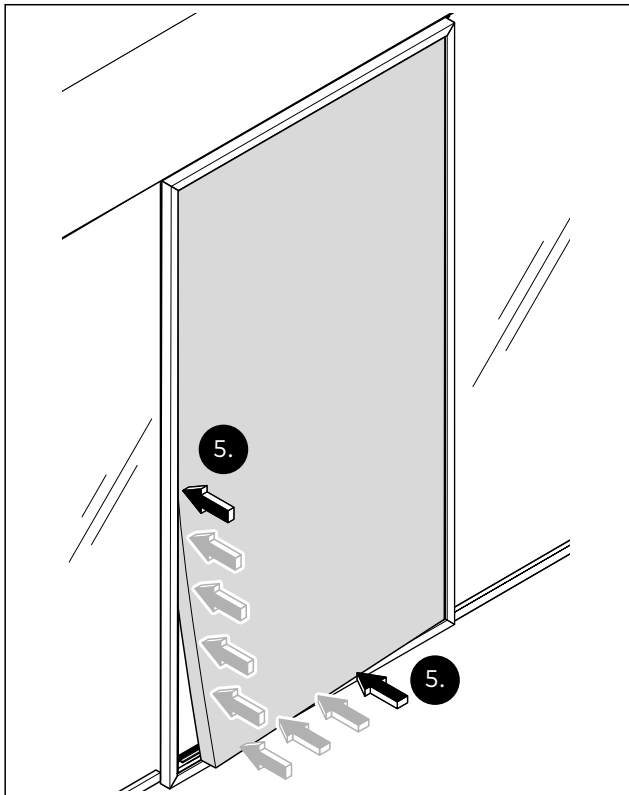

Abb. 41 Den Gummikeder unten links von der Mitte zur Ecke in die Nut drücken
5. Den Gummikeder unten links von der Mitte der Profelseiten ausgehend bis zur Ecke in die Nut drücken (Abb. 41).